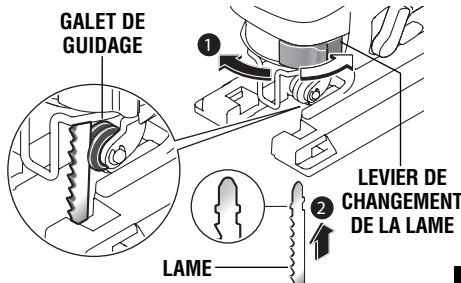

FIG. 2a
3. Insérez la lame de scie (avec les dents dans le sens de la coupe) jusqu'à ce que la partie en forme de « T » de la tige de la lame soit complètement insérée dans la bride de fixation de la lame. (Lorsque vous insérez la lame de la scie, le bord arrière de la lame doit reposer dans la rainure du galet de guidage.) (Fig. 2a)